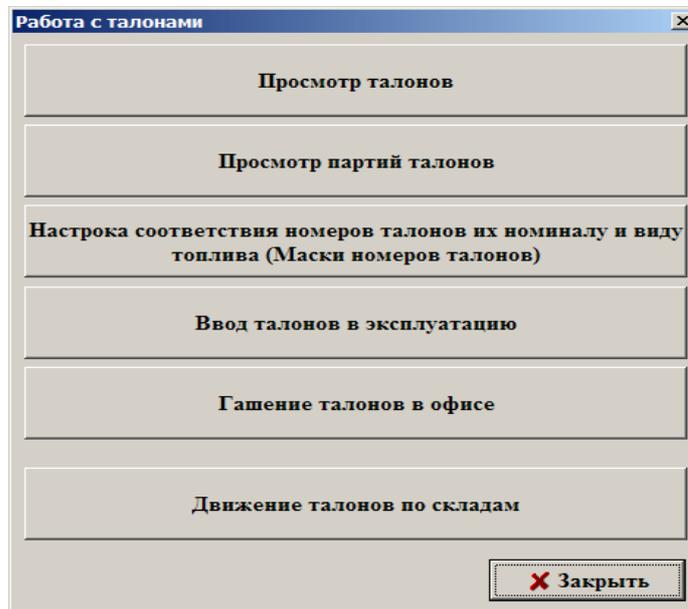

Рис.1
- 3.Для отправки файла запроса из офиса на АЗС щелкните кнопку «Модемное соединение.Запрос отчета» (рис.1).
Для работы с талонами в офисной программе Офис-ПТК АЗС в окне «Центральный пульт управления» нажмите кнопку «ТАЛОНЫ», откроется приложение «Работа с талонами» (рис.1).